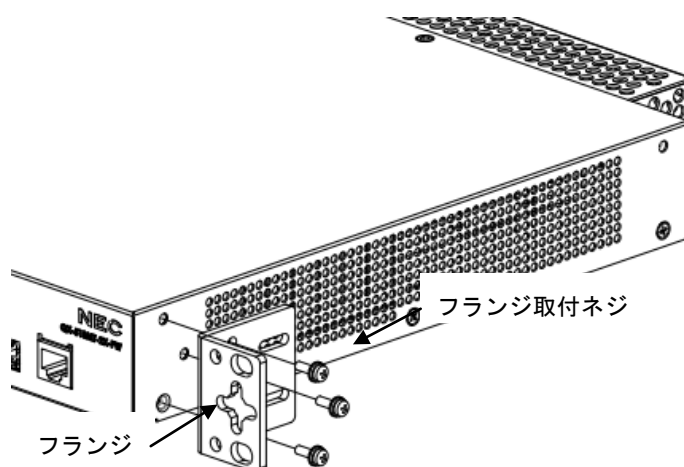

図 3-1 フランジの取り付け (QX-S708GT-2X-PW/QX-S716GT-4X-PW/QX-S724GT-4X)
- 4) フランジ用として同梱されたネジを使用して、図 3-1 に示すようにフランジを装置フロントパネル側に取り付けてください。